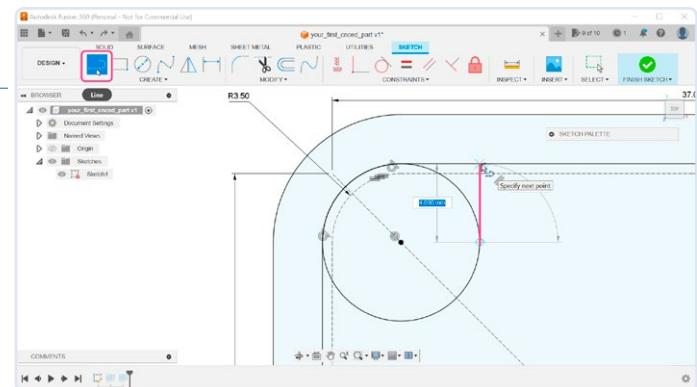

Figure 10. Mise en forme du support avec l'outil Line.
10. La zone entre le cercle et la paroi est très fine (**figure 10**) et sera difficile à fabriquer. Nous pouvons la fermer en dessinant d'autres formes avec l'outil *Line*. Dans la barre d'outils, sélectionnez l'outil *Line* et déplacez le curseur sur le centre du cercle. Ensuite, continuez de déplacer le curseur de la souris vers la droite jusqu'à atteindre le bord du cercle. Dans cette position, dessinez le premier point de la ligne. Déplacez le curseur de la souris vers le haut jusqu'à ce que vous touchiez la paroi. Dans cette position, dessinez un deuxième point sur la ligne. Assurez-vous que le mouvement soit assez droit — ceci indiquera à Fusion 360 de fixer les limites automatiquement.